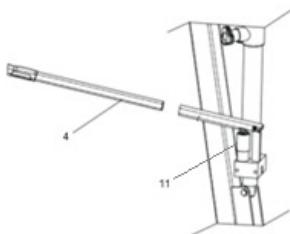

Fig. 6
1.Extraire la poignée et insérer la branche (4 – Fig. 6) dans le cylindre (11 – Fig. 6), conformément au schéma ci-dessous.